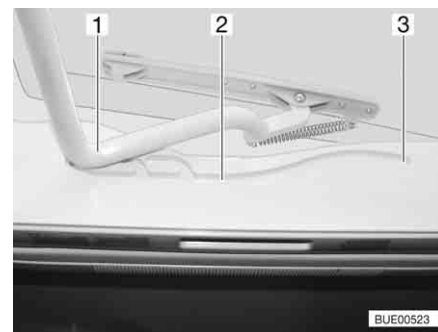

Fig. 62 Claraboya Heki, guía
- Tirar la horquilla (Fig. 62,1) en las guías (Fig. 62,2) hasta la posición trasera final (Fig. 62,3).
- Empujar el estribo (Fig. 62,1) ligeramente hacia arriba con ambas manos.
- Tirar el estribo en las guías (Fig. 62,2) hasta la posición deseada.